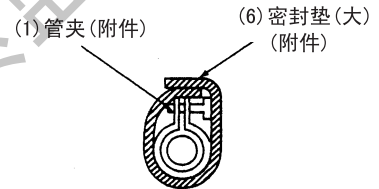

图16
- 请用附件中的密封垫（大）包裹管夹和排水软管以隔热。（请参见图 16）